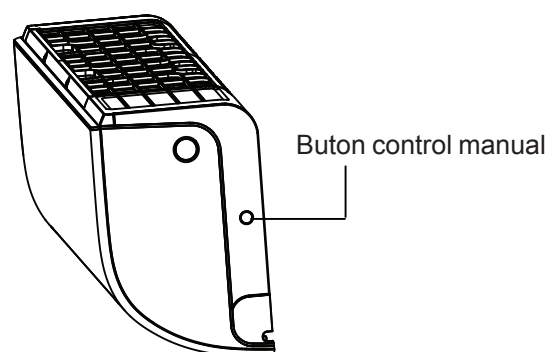

Fig. 8.1
1. Butonul pentru control manual este localizat în partea dreaptă a panoului, vezi FIG 8.1